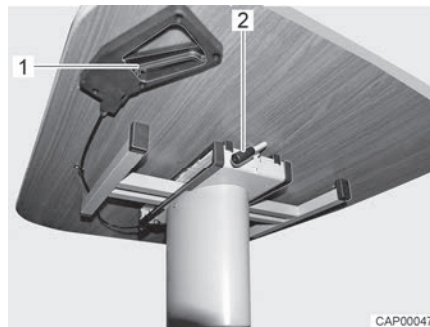

Fig. 50 Décaler la table à hauteur réglable
- Faire pivoter le levier (Fig. 50,2) vers le bas jusqu'à ce qu'il ait une position verticale vers le bas.
- Faire pivoter le levier (Fig. 50,2) vers le haut jusqu'à ce que le plateau de table soit fixé.
- Tirer sur la poignée de verrouillage (Fig. 50,1).
- Lâcher la poignée de verrouillage (Fig. 50,1). Le plateau de table reste à la hauteur réglée.